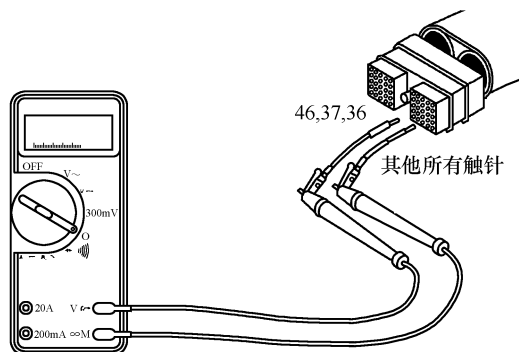

图 5-48 分别测量触针 46、37、36 与插头中其他所有触针间的电阻
(4) 检查触针之间是否短路 从 ECM 上断开 OEM 线束插头, 分别测量触针 46、37、36 与该插头中其他所有触针之间的电阻(图 5-48), 均应大于 $100\text{k}\Omega$, 即显示开路。如果电路不是开路, 应维修或更换 OEM 线束。